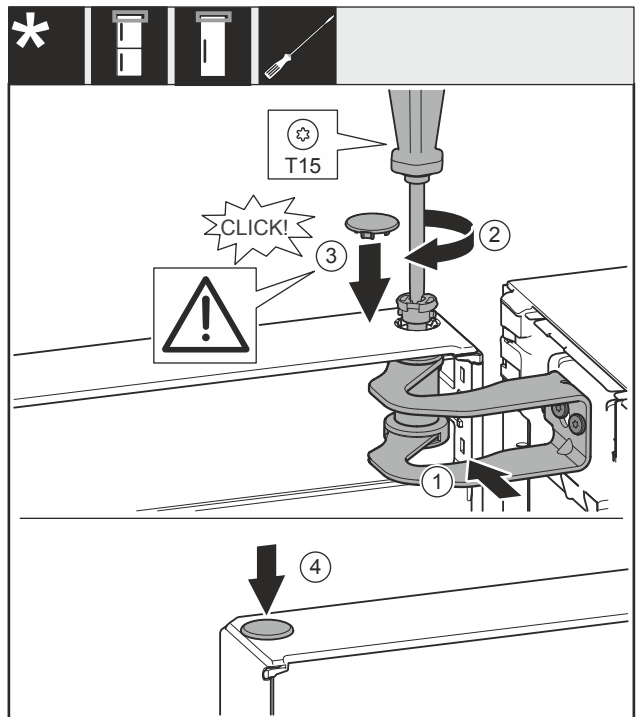

Fig. 54
- Tür zur Öffnung im Lagerbock Fig. 54 (1) ausrichten.
- Bolzen Fig. 54 (2) einsetzen und mit Schraubendreher festschrauben.
- Abdeckung Fig. 54 (3) einsetzen.
- Kontrollieren, dass die Abdeckung Fig. 54 (3) auf der Tür aufliegt.
- Abdeckung Fig. 54 (4) einsetzen.